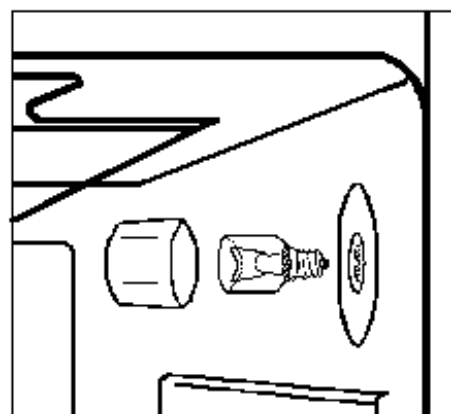

fig.19
1. Dévissez le capuchon en verre protégeant l'ampoule (fig. 19).